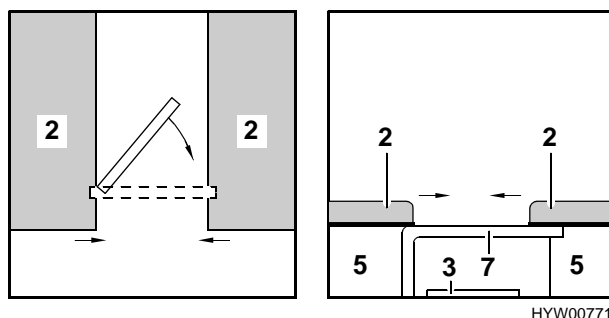

Fig. 48 Durante la trasformazione
- Disimpegnare il piede del letto (Fig. 48,7) ed ruotarlo di un quarto di giro.
- Fare attenzione che il piede del letto si trovi esattamente di fronte al cassone letto (Fig. 48,5).
- Sollevare leggermente i due cuscini del divano (Fig. 48,2) e tirarli verso il centro.